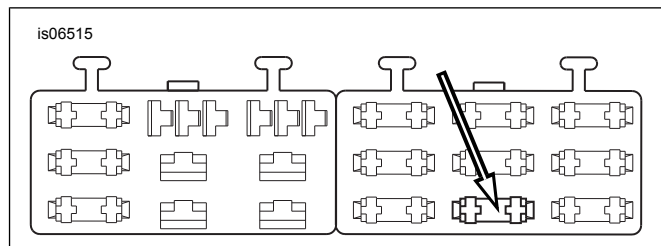

Figura 9. Cavidad de bloqueo de fusibles "ABIERTA" (Dyna 2004 y posteriores)
4. Vea Figura 9 . Localice la cavidad del fusible (1) indicada como "OPEN" (abierta) en la cubierta del bloque de fusibles en el bloque de fusibles del lado derecho. Debe haber un cable alimentando un lado de este circuito pero no habrá ni un cable ni un fusible de acoplamiento. Inserte el terminal en el cable adaptador naranja/blanco hasta que se detenga. Compare con un terminal instalado de fábrica cercano con el fin de comprobar que la profundidad y orientación son correctas.